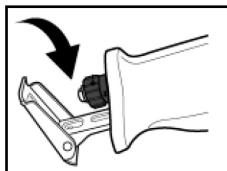

РИС. 1
Поверните зажим гильзы (4) по часовой стрелке и удерживайте в этом положении (Рис. 1).